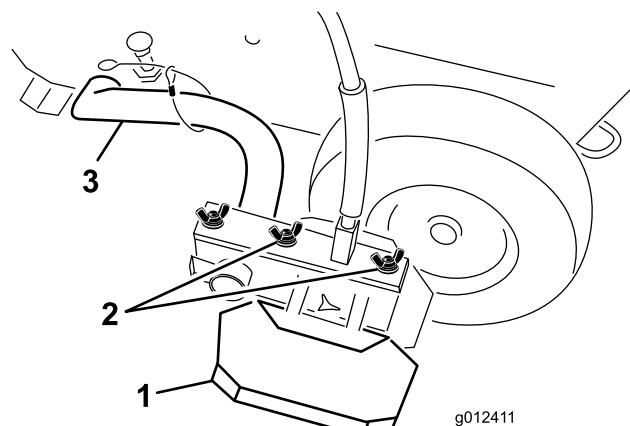

Figura 23
1. Afloje las tuercas que sujetan las pantallas al brazo (Figura 23).
2. Mueva las pantallas (Figura 23) hacia adentro o hacia fuera hasta obtener la anchura de línea deseada. Asegúrese de que cada pantalla quede a la misma distancia de la boquilla de pulverización.